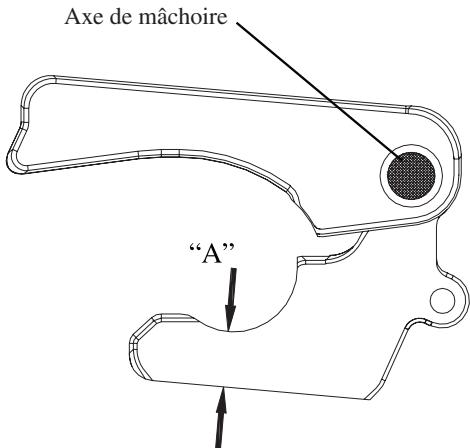

Figure 12. Emplacement du pivot de la mâchoire
3. Vérifier l'état d'usure de la sellette. Si la cote "A" (voir Figure 12) est inférieure à 20,25 mm, il faut utiliser le kit de mâchoire de recharge.
L'axe de mâchoire (voir figure 12) n'est qu'un pivot. Il est conçu pour être plus petit que l'orifice de la mâchoire. Ce dégagement permet à la mâchoire d'être toujours en contact total avec le pivot d'attelage.
Si la mâchoire est minorée (cote "A", figure 12), et est inférieure à 20,25 mm, il faut utiliser un nouveau kit de mâchoire.